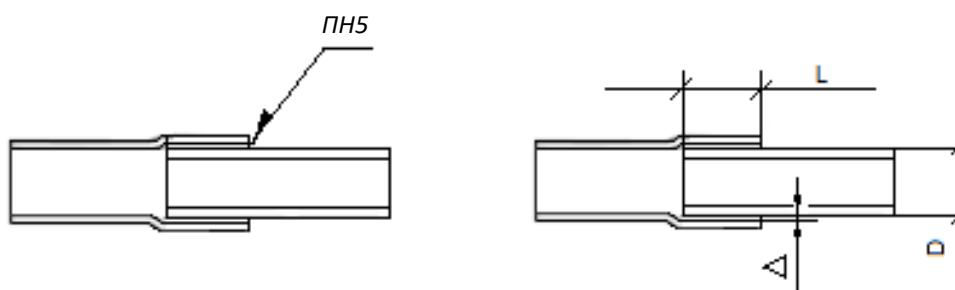

Рис.2.16
- Тип паянного соединения внахлест ПН5 по ГОСТ 19249-73 ПН5(рис.2.16).
- Длина сопряжения труб (L) должна удовлетворять условию: $L \geq D$